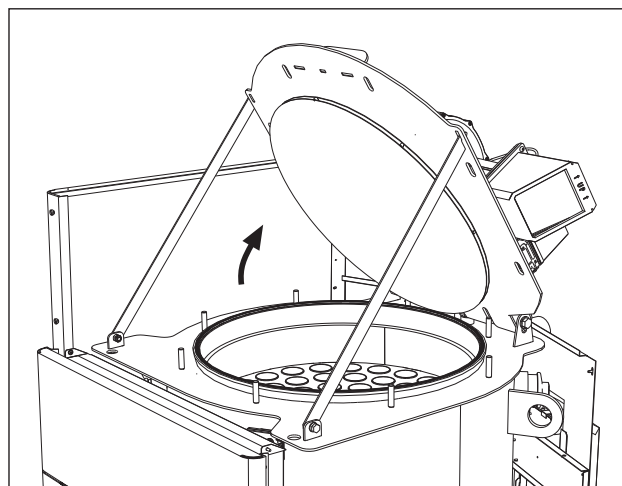

fig. 68
- Abra la puerta del quemador y fíjela con los soportes (fig. 68).